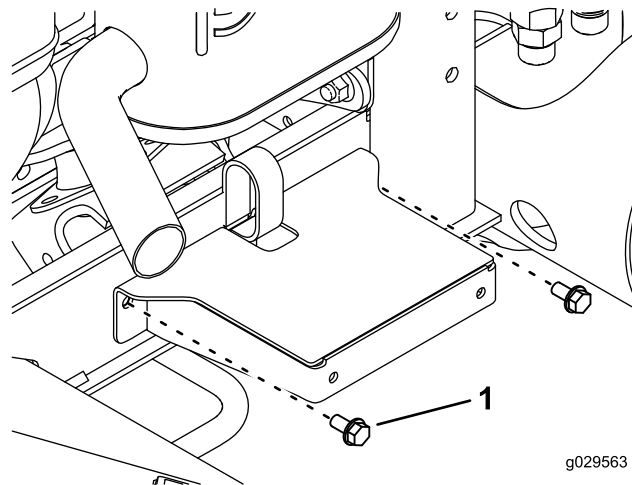

図 21
12. 新しく開けた穴を使って、フェンダのマウントをフレームのチャンネル材に固定する タップねじ 5/16 x 5/8" 2本を使用する 図 21。